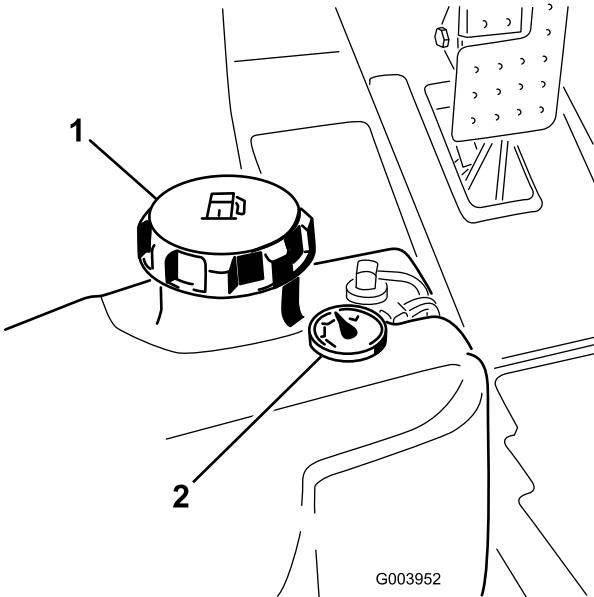

Figure 19
3. Retirez le bouchon du réservoir de carburant (Figure 19).